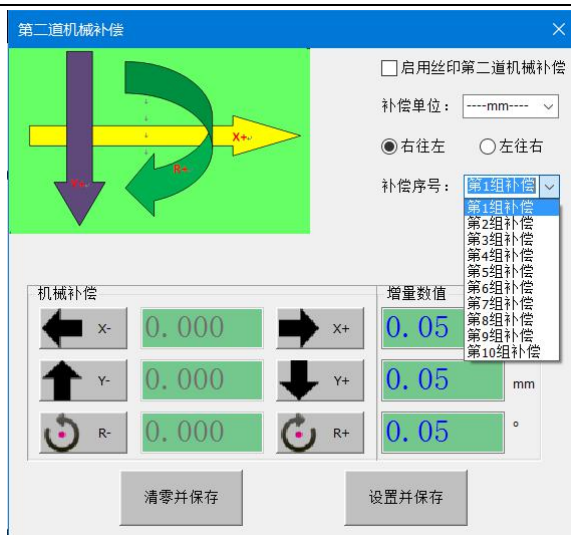

图 2-10
a. **第二道机械补偿：**功能主要应用于第一道对位丝印后，还需要进行第二道反向印刷甚至多道印刷，方向来回印刷可能由于网板的涨缩等因素造成的固定偏差补偿；如下图 2-10 所示：